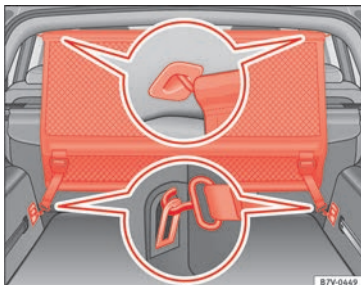

Fig. 167 I bagagerummet: Sådan monteres netskillevæggen bag 2. sæderække.
- Hægt netskillevæggen fast i den bagreste venstre holder i taget » **Fig. 167**. Sørg for, at tværstangen trækkes nedad forbi den øverste position.
- Hægt de to kroge på netskillevæggen fast i de forreste fastgørelsesøjer i bagagerummet » **Fig. 167**, og spænd båndene fast.
- Hægt netskillevæggen fast i den forreste venstre holder i taget » **Fig. 167**. Sørg for, at tværstangen trækkes nedad forbi den øverste position.
- Hægt netskillevæggenes kroge af fastgørelsesøjerne » **Fig. 167**.
- Hægt netskillevæggen af den højre holder i taget » **Fig. 167** ved at trykke tværstangen sammen.